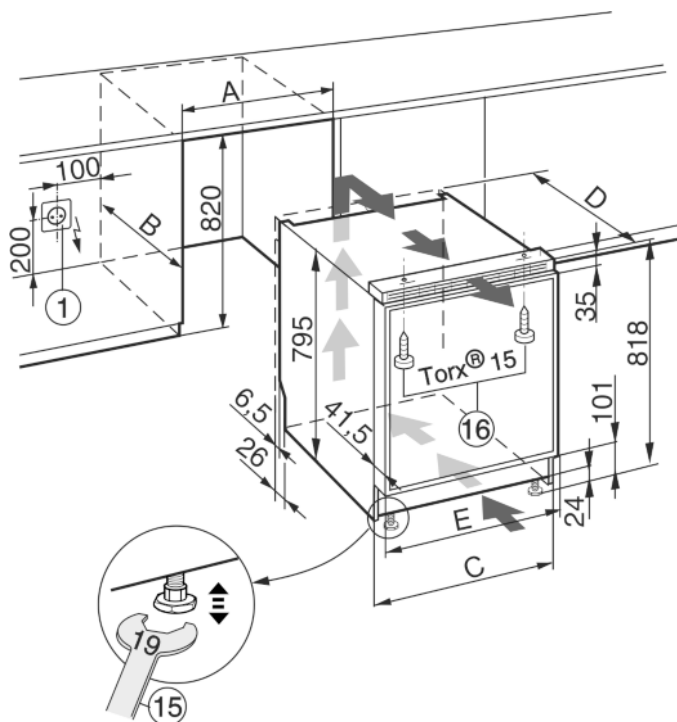

Fig. 12
- Het stopcontact *Fig. 12 (1)* moet zich naast het apparaat bevinden en goed toegankelijk zijn.
- ▶ Apparaat aan de stelpoten met behulp van de meegeleverde steeksleutel Fig. 12 (15) uitlijnen.
- ▶ Apparaat met meegeleverde schroeven Fig. 12 (16) boven aan het aanrecht resp. de keukenkastjes bevestigen.